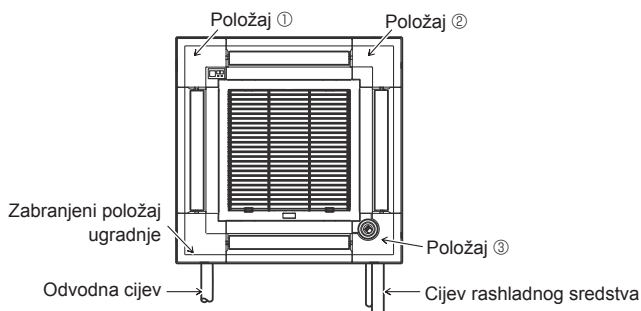

Fig. 9-11
Kutna ploča signalnog prijemnika ne smije se ugraditi na strani odvodne cijevi za glavnu jedinicu. (Pogledajte Fig. 9-11)
- Kutna ploča Senzora i-see trebala bi biti pričvršćena na rešetku ① vijkom ③.
\* Ako se položaj Senzora i-see promijenio iz zadanog položaja (položaj ③) u drugi položaj, promijenite postavke funkcije. (Pogledajte 12. stranicu i Fig. 9-11)
- Kutna ploča Senzora i-see ne smije se ugraditi na stranu odvodne cijevi za glavnu jedinicu. (Pogledajte Fig. 9-11)